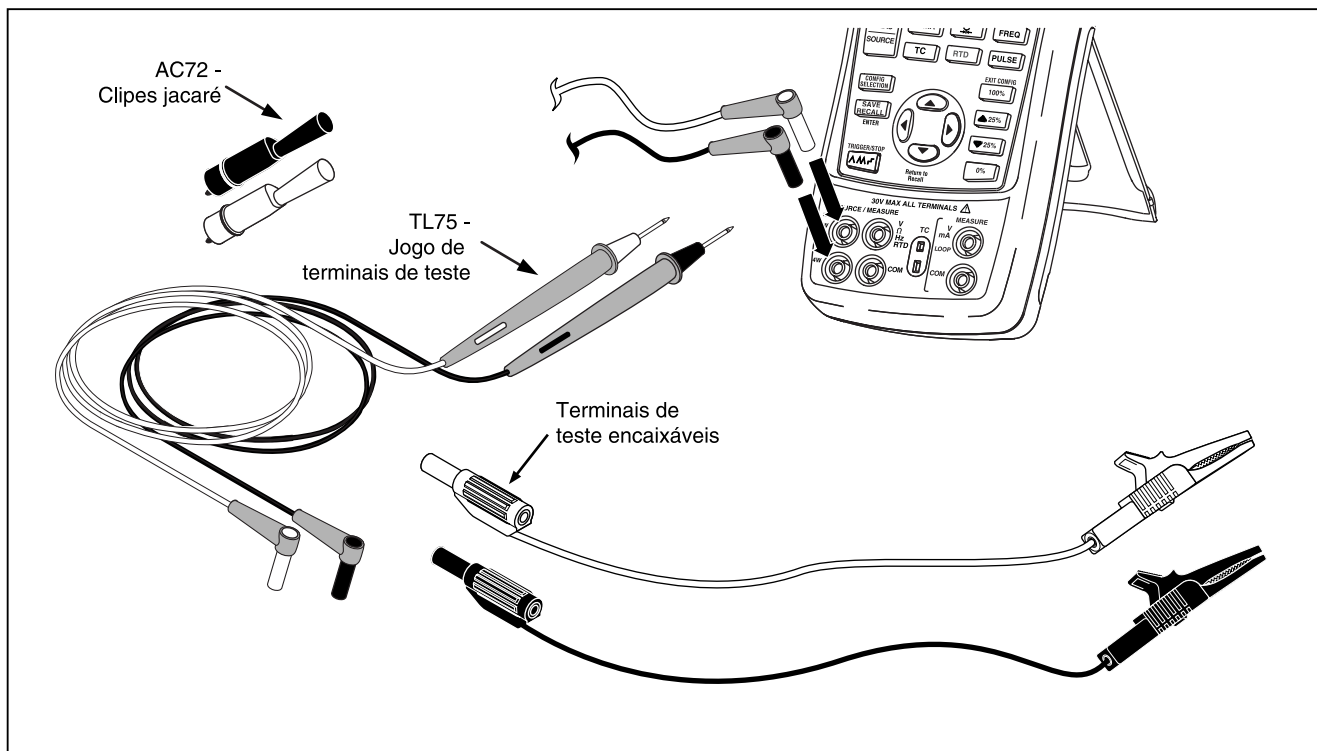

Figura 1. Equipamento padrão
Se o calibrador estiver danificado ou algo estiver faltando, contate imediatamente o local onde o produto foi adquirido. Para encomendar peças, consulte a Tabela 8. Os itens relacionados a seguir e mostrado na Figura 1 são fornecidos com o calibrador.
- 726 *Product Overview* (Visão geral do produto; não consta na Figura 1)
- 725/726 *CD-ROM* (contém o manual do usuário; não consta na Figura 1)